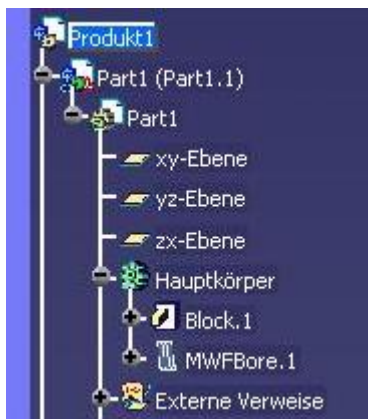

Abbildung 2.7.5: Bohrungen im aktuellen Körper
- in aktuellen Körper: die einzelnen Bohrungen werden in den jeweiligen Parts platziert (siehe auch Beispiel in Abbildung 2.7.5)